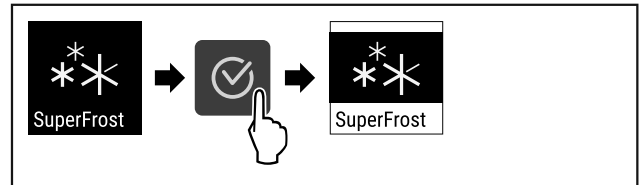

Fig. 65
- ▶ Atlikite veiksmus (žr. Fig. 65).